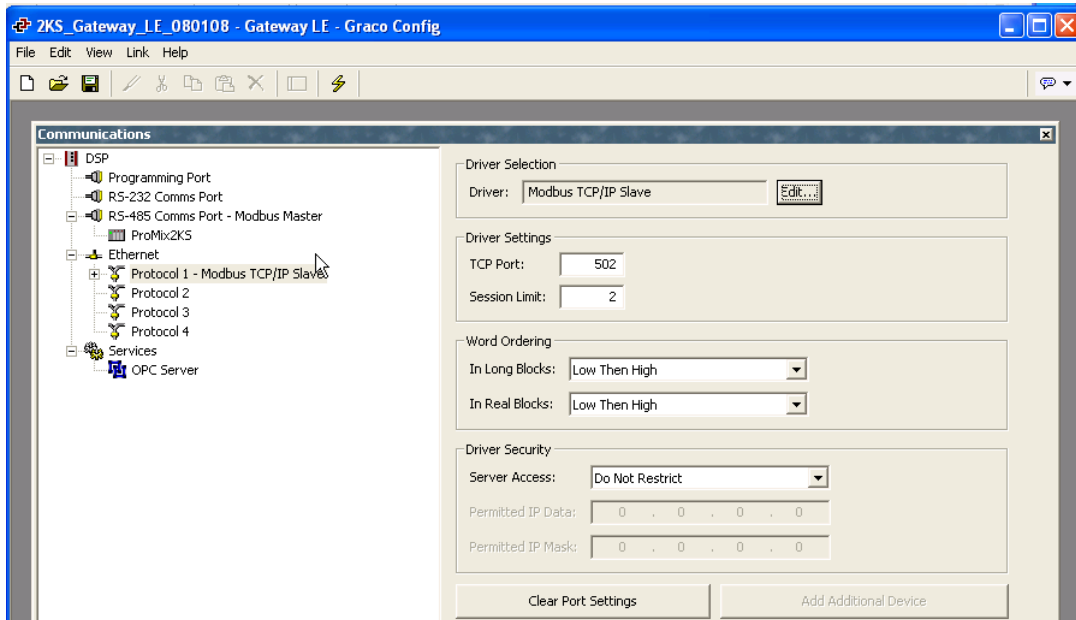

FIG. 19: Base de datos preconfigurada
1. Haga doble clic en el botón Communications (Comunicaciones) para abrir la base de datos preconfigurada (.gg2). El archivo ya está configurado para el ProMix 2KS. Vea la FIG. 19.